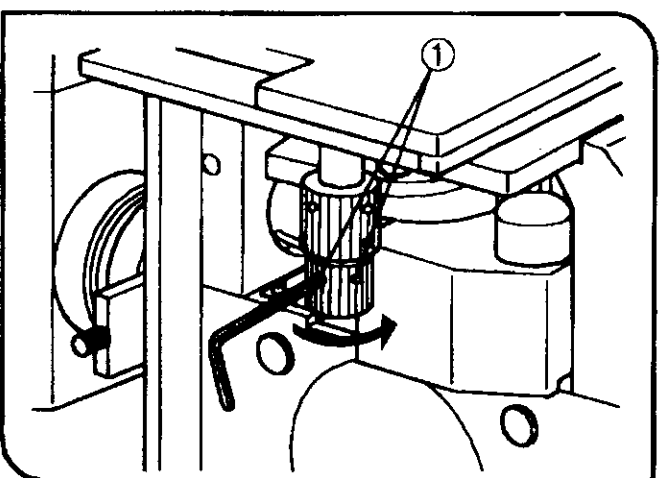

图 19
## (4) 调节 X 轴和 Y 轴旋钮的张力 (图 19)